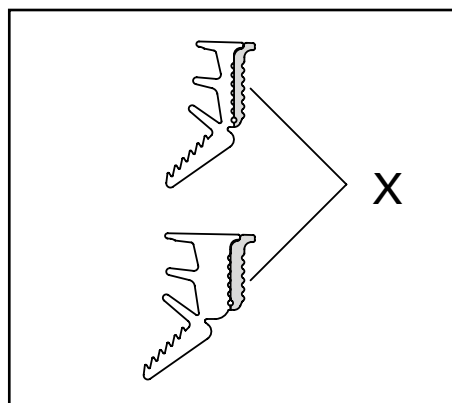

Abb. 25 / Fig. 25 / Fig. 25
- Je nach Fugenbreite Zusatzlappen X vorgängig abreißen (Abb. 25).
- En fonction de la largeur du jeu, découper précédemment la lèvre complémentaire X (fig. 25).
- Depending on the gap width, tear off additional lip X in advance (fig. 25).